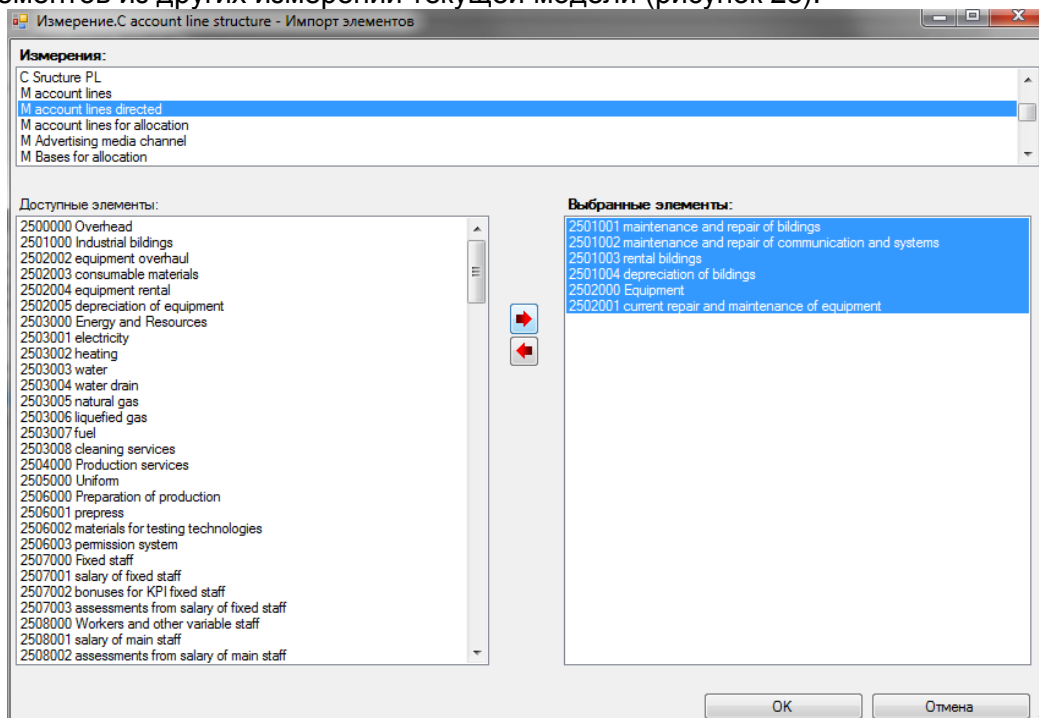

Рисунок 23. Импорт элементов из других измерений модели.
- Импорт из других измерений – открывает диалоговое окно для импорта элементов из других измерений текущей модели (рисунок 23).